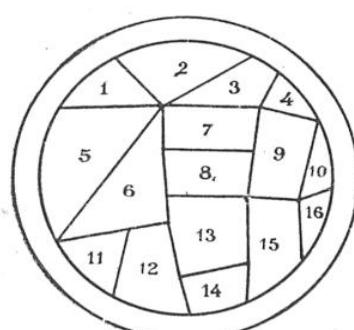

FIG. 3. — LA MOSAIQUE DE CRISTAUX DE QUARTZ D'UN PROJECTEUR D'ULTRA-SONS
L'émetteur d'ultra-sons comporte un certain nombre de morceaux de quartz, d'environ 5 millimètres d'épaisseur, et dont la surface dépasse rarement 30 à 40 centimètres carrés. Ils sont convenablement taillés pour donner naissance au phénomène piézoélectrique (1), et assemblés en mosaïque pour former un disque de 20 à 30 centimètres de diamètre (fig. 3). Cette mosaïque est
(1) Voir *La Science et la Vie*, n° 145, page 17